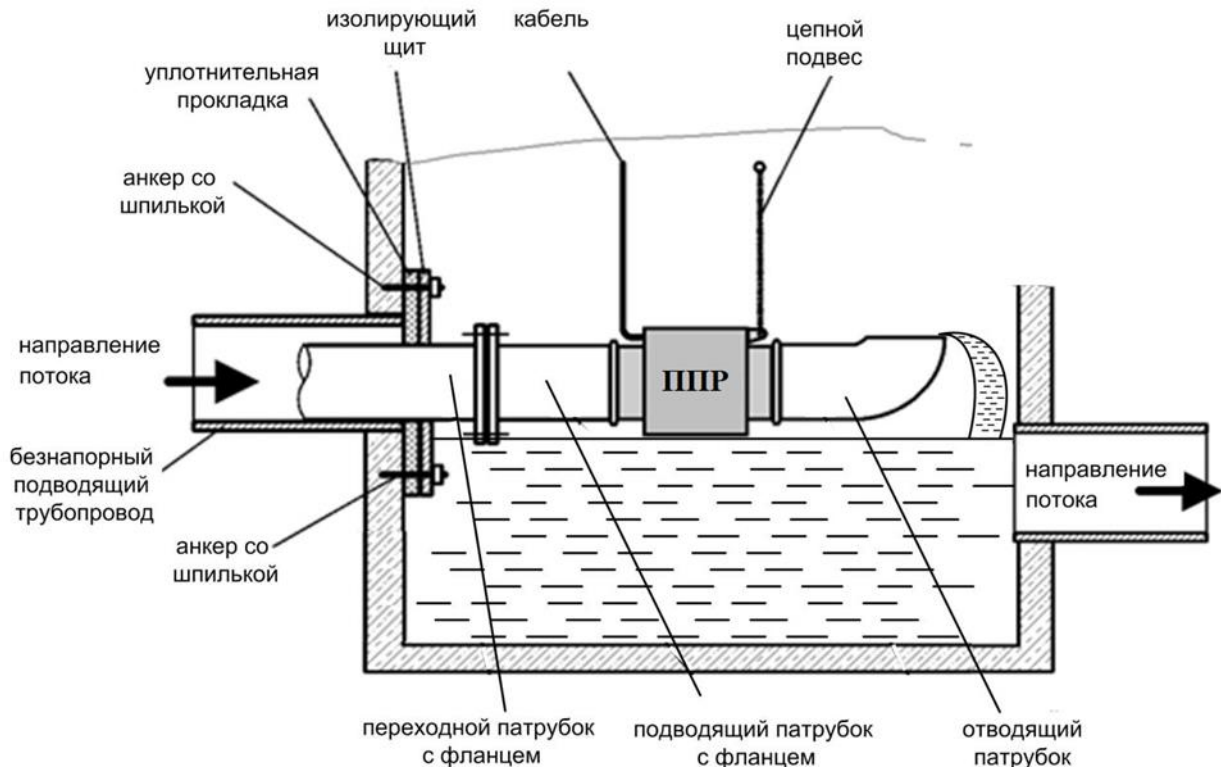

Рис.9. Монтаж расходомера с использованием изолирующего щита.
3.4.3.1. Расходомеры с фланцевым присоединением и свободным изливом используются для установки в безнапорные трубопроводы. Монтаж выполняется с использованием комплекта монтажных частей (Приложения А) и может выполняться, например, в трубопровод большего диаметра, на торце которого установлен изолирующий щит с фланцевым патрубком с DN, равным DN расходомера (см. рис.9). Примеры сборных конструкций приведены в приложении А